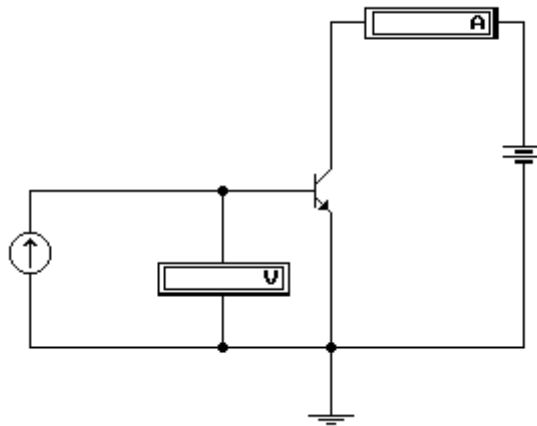

Рис. 1.1. Схема снятия статических характеристик
4. Снимите входную  $I_{\bar{6}} = f(U_{\bar{6}})$  и проходную  $I_k = f(U_{\bar{6}})$  статические характеристики выбранного биполярного транзистора. Для этого целесообразно использовать отдельные источники питания для коллектора и базы (еще удобнее для питания базовой цепи пользоваться источником тока – см. рис. 1.1).